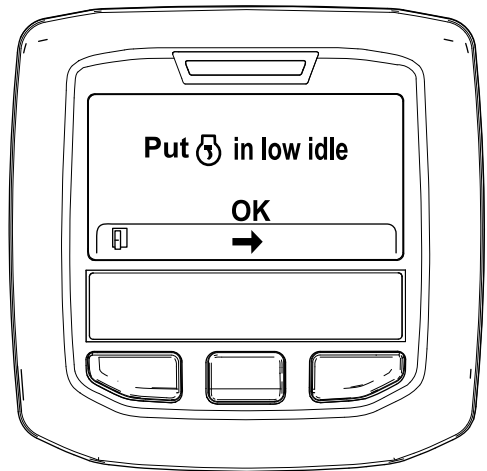

図 41
6. スロットルコントロールを低速アイドル位置にセットして、中央ボタンを押す 図 41。